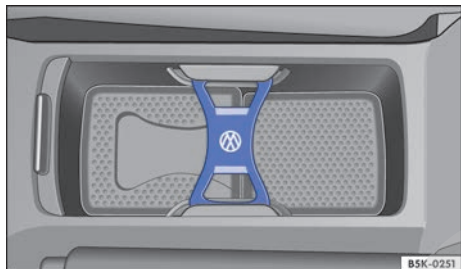

Fig. 120 En la parte inferior de la consola central: portabebidas.
**Apertura:** Desplace la tapa hacia delante → fig. 120.